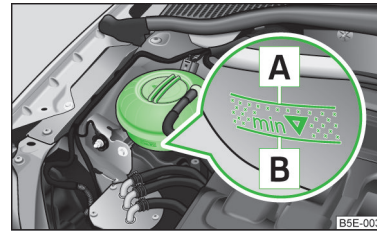

Fig. 178
Pentru completare, utilizați numai antigelul a cărui denumire o găsiți pe vasul de expansiune al lichidului de răcire » fig. 178 la pagina 207.
- Nu adăugați lichid de răcire deasupra marcajului **A** » fig. 178 la pagina 207.
- Verificați nivelul lichidului de răcire la vasul de expansiune al lichidului » fig. 178.